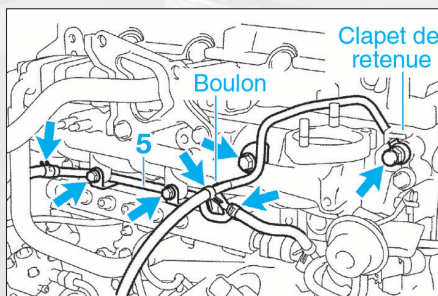

FIG. 56
- Déposer les agrafes (3) des tuyaux haute pression de rampe d'injection-injecteurs (4), puis déposer ces derniers.
- Déposer le tuyau de retour de fuite (5) (fig. 56).